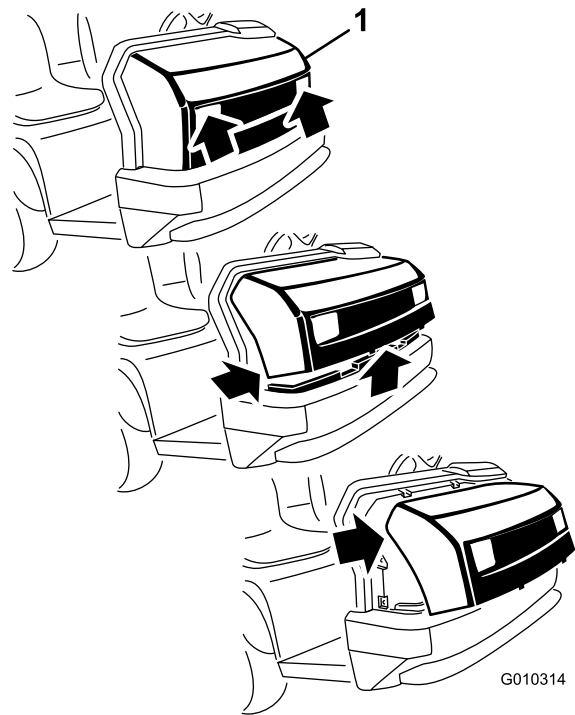

Bild 39
1. Fassen Sie die Motorhaube in den Scheinwerferöffnungen an und heben sie an, um die unteren Befestigungsnasen aus den Rahmenschlitz zu heben (Bild 39).
2. Drehen Sie die Unterseite der Motorhaube nach oben, bis Sie die oberen Befestigungsnasen aus den Rahmenschlitz ziehen können (Bild 39).
3. Drehen Sie die Oberseite der Motorhaube nach vorne und ziehen Sie die Kabelanschlüsse von den Scheinwerfern ab (Bild 39).